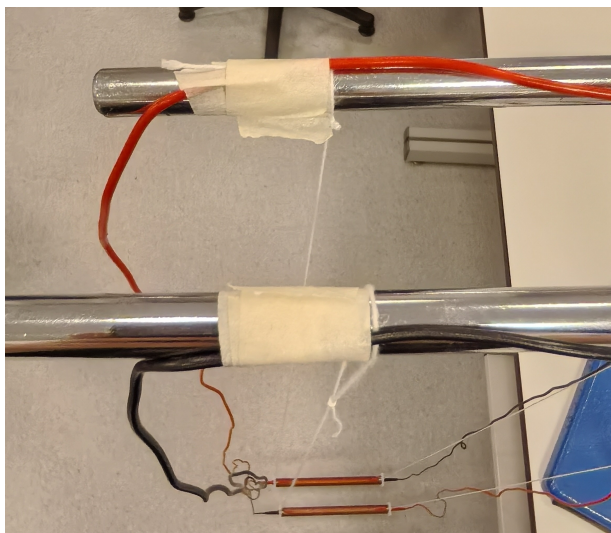

Рис. 7b
- Выведите провода вдоль перекладин рядом с точками подвеса, закрепив их горизонтально несколькими слоями малярного скотча (см. рис. 7b).